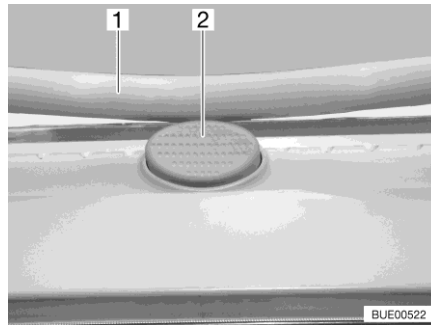

Bild 119 Sicherungsknopf (Heki-Dachhaube)
- Den Sicherungsknopf (Bild 119,2) drücken und den Bügel (Bild 119,1) mit beiden Händen nach unten ziehen.
- Den Bügel mit beiden Händen nach oben drücken, bis der Bügel oberhalb des Sicherungsknopfes (Bild 119,2) liegt.